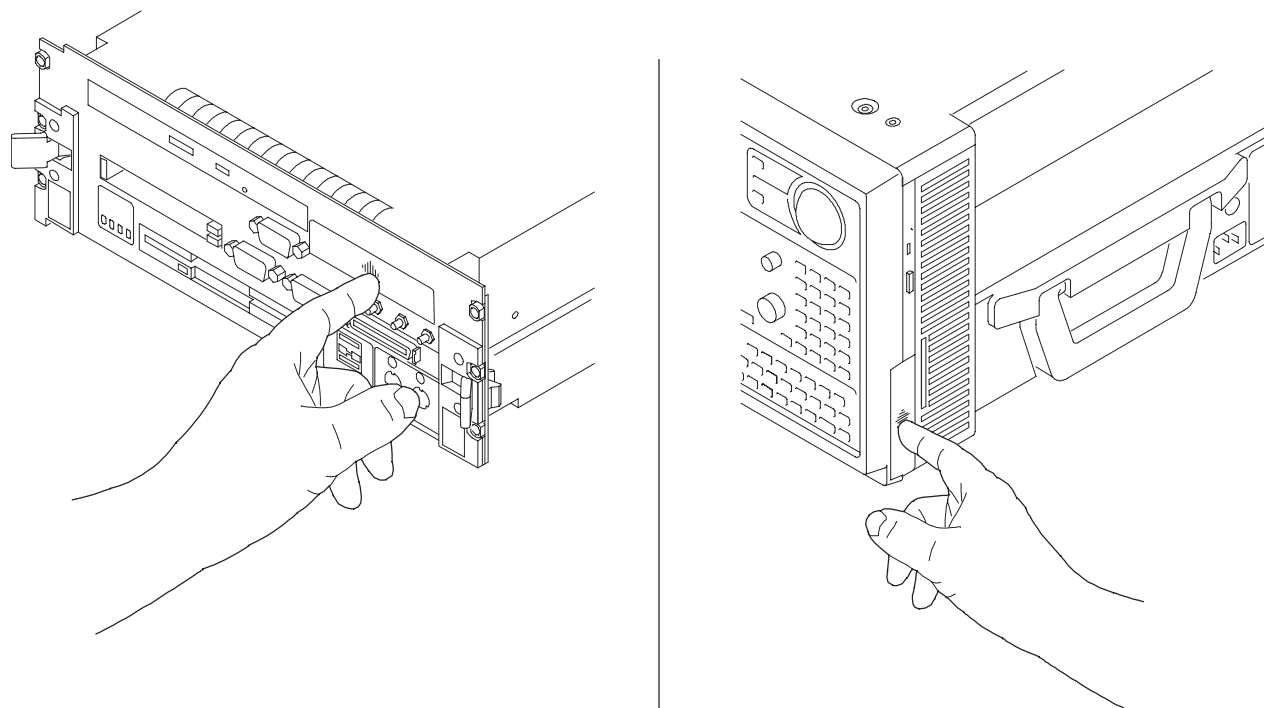

図 16 : TLA700 リムーバブル・ハード・ディスク・ドライブへのアクセス
2. リムーバブル・ハード・ディスク・ドライブのカートリッジを押し下げてラッチを緩め、カートリッジを取り外します (23 ページの図 16 を参照)。